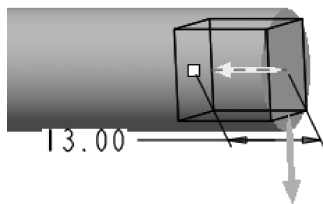

图 4-134 定义去除材料方向
(22) 单击【草绘器工具】工具栏中的【完成】按钮 ，接受草绘，回到设计窗口，拖动鼠标中键调整观察角度，对生成的模型进行几何预览。
(23) 单击相应黄色箭头，修改去除材料的方向为矩形的外侧，修改拉伸的深度为“13”，如图 4-134 所示。